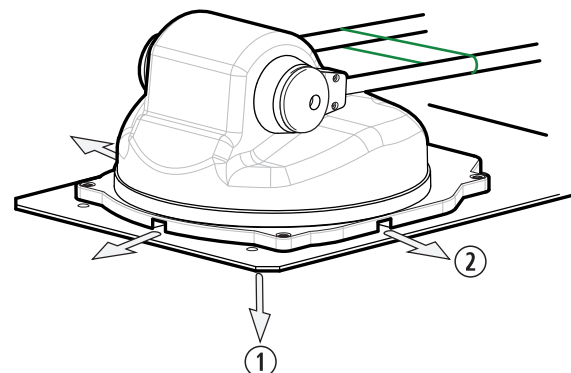

Abb. 5
1. Durch ein Loch im Dach ①, direkt unter der Motorgruppe, in der Mitte der Befestigungsplatte (Abb. 5).
2. Seitliches Herausführen ②, indem einer der rechtwinkligen Schächte im Boden der Motorgruppe genutzt wird (Abb. 5), um die vom Hersteller des Wohnwagens dafür vorgesehenen Kabelführungen zu nutzen.